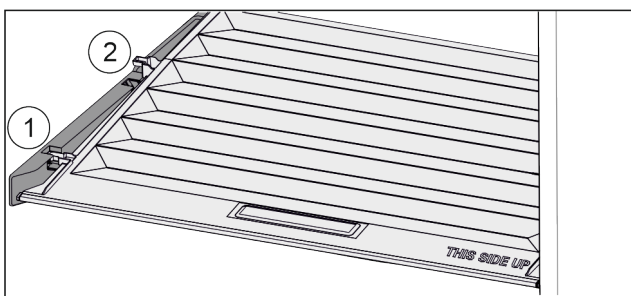

Fig. 39
- ▶ Потянуть крышку до отверстия в поддерживающих деталях вперед Fig. 39 (1).
- ▶ Поднять сзади снизу и извлечь Fig. 39 (2) движением вверх.